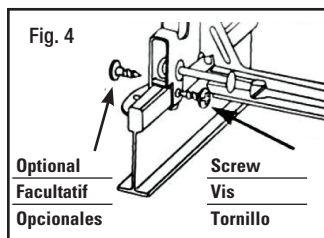

Fig. 4
Step 3. Snap fixture on T-bars. Secure with screws (not included as shown (Fig. 4).
Paso 3. Encaja la lámpara sobre las bar-ras en T. Asegurar con un tornillo (no incluido) como se muestra (Fig. 4).